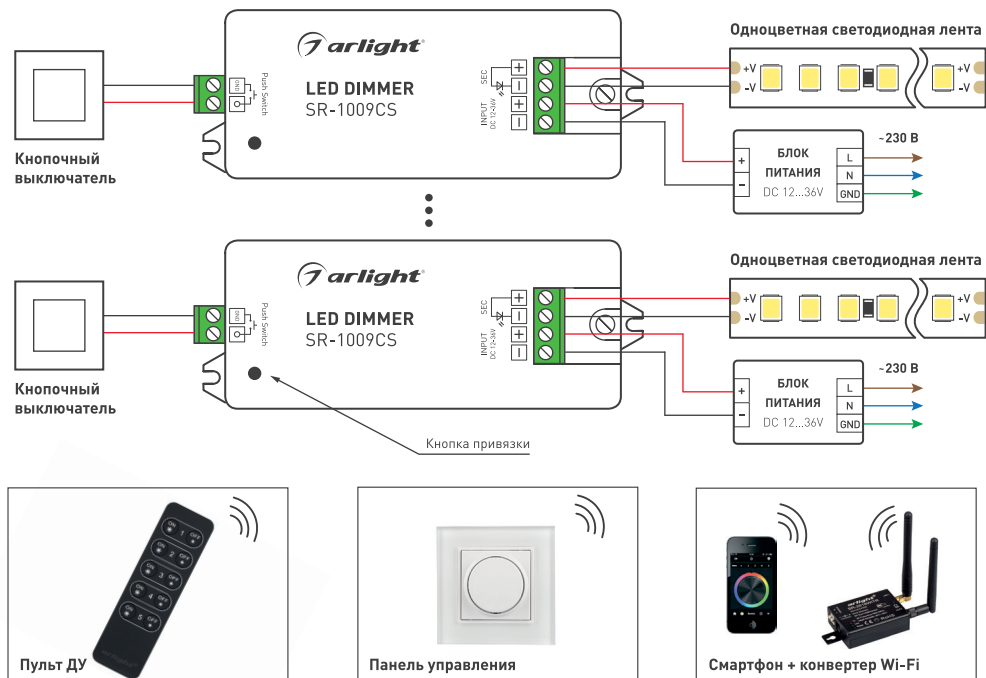

Рисунок 2. Схема подключения оборудования на примере диммера SR-2501NS.
- 3.4. Подключите диммеры и светодиодную ленту (см. инструкцию к используемому контроллеру или диммеру). Пример подключения диммеров приведен на Рис. 2.